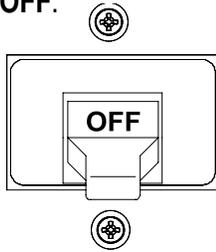

Figure 23. Disjoncteur principal (OFF)
- Une fois que la tension correcte (240 VCA) a été vérifiée, placez le disjoncteur **principal** (Figure 23) sur la position **OFF**.